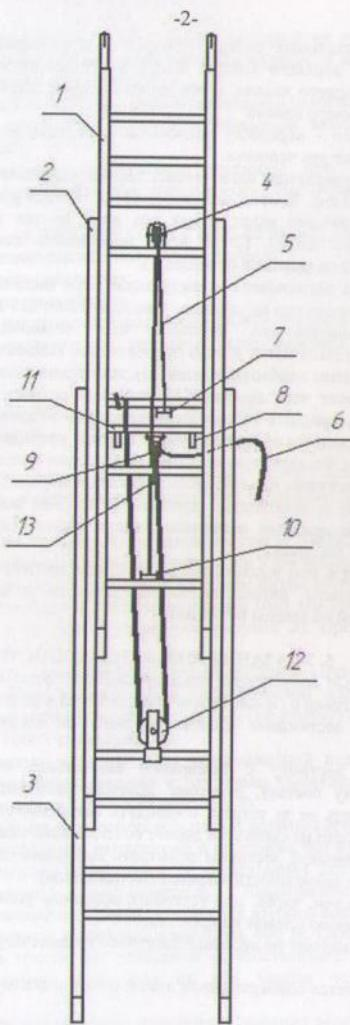

Рисунок 1
4.1. Лестница состоит из трех телескопически соединенных колен, изготовленных из однотипных профилей и деталей (рисунок 1).